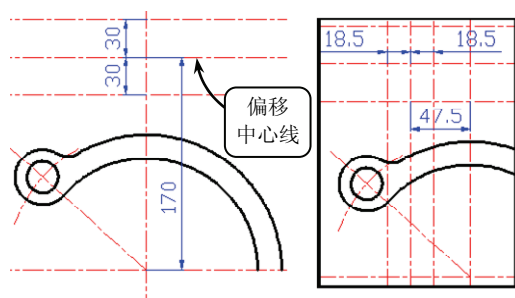

图 3-58 偏移中心线
⑥ 利用【偏移】工具将水平中心线向上偏移 170，并将偏移后的中心线向上下分别偏移 30。继续利用【偏移】工具将竖直中心线向左偏移 47.5，并将偏移后的中心线向左右两侧分别偏移 18.5，效果如图 3-58 所示。